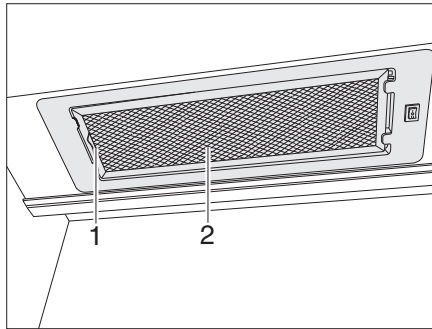

Bild 153 Dunstabzug
- Den Hebel (Bild 153,1) nach innen drücken.
- Den Filter (Bild 153,2) nach unten entfernen.